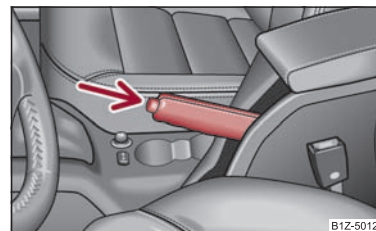

Abb. B114 Mittelkonsole: Handbremse
- Ziehen Sie den Handbremshebel etwas hoch und drücken Sie **gleichzeitig** den Sperrknopf ⇒ Abb. B114 hinein.